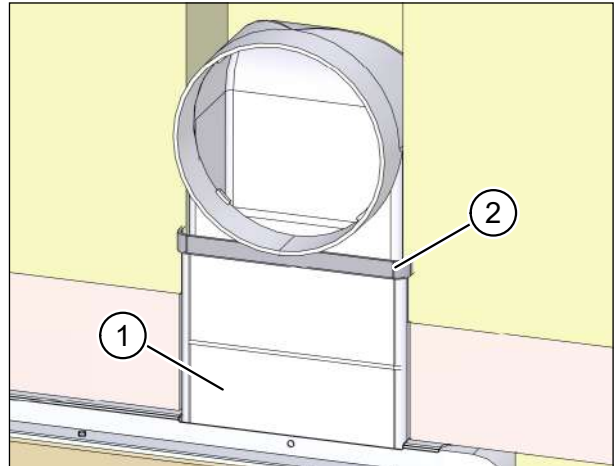

Abb. 56: Flachkanalverbindungen mit Dichtband fixieren
- ▶ Setzen Sie ein Formstück, z. B. den Flachkanal-Verbinder M-WRG-FK-V, Art.-Nr. 200114 (Pos. 1 in Abb. 56), in die Öffnung am Mauerkasten ein.
- ▶ Setzen Sie das erste Teilstück des Flachkanals in das Formstück, z. B. den Flachkanal-Verbinder M-WRG-FK-V, Art.-Nr. 200114, am Mauerkasten ein und dichten Sie die Verbindungsstelle mit Dichtband ab (Pos. 2 in Abb. 56).